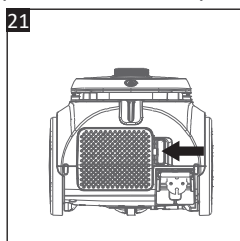

Fig. 21
2. À l'arrière de l'aspirateur, poussez la languette du couvercle de sortie d'air (24) vers la gauche pour le déverrouiller et le retire (Fig. 21).